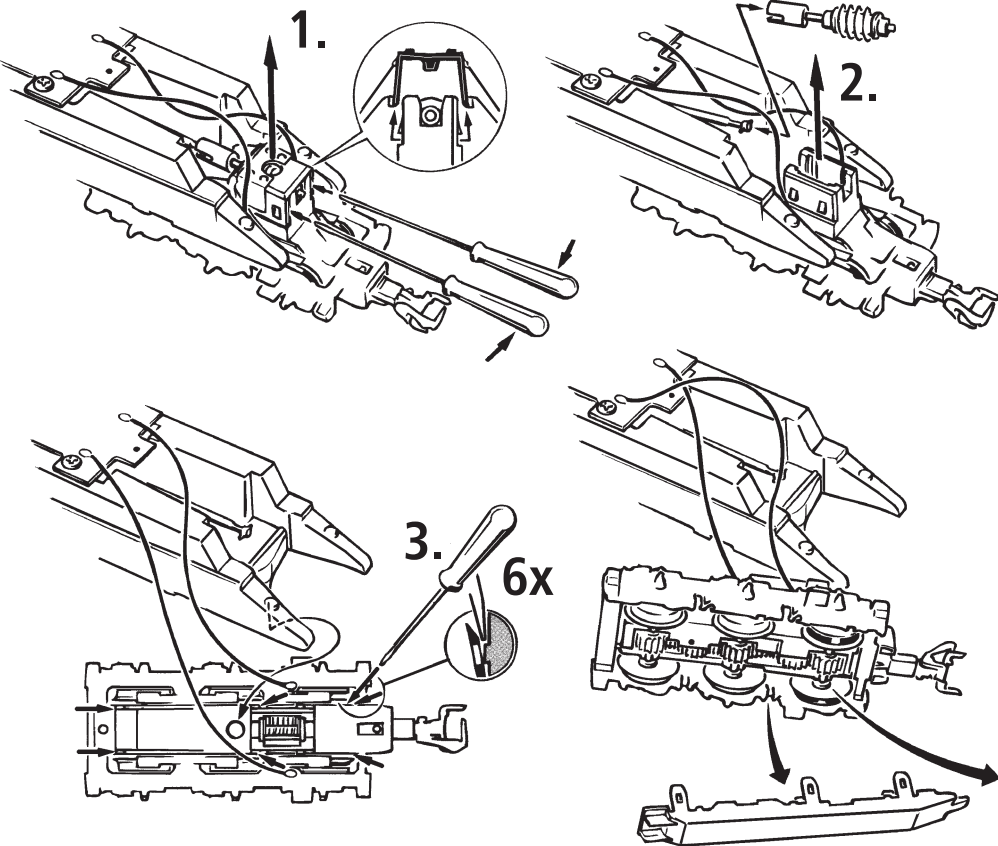
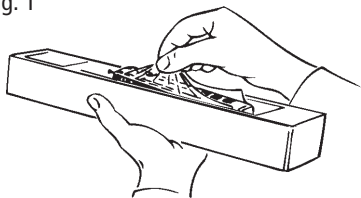

Fig. 8
Fig. 2
2. Schmierung: Versehen Sie die im Schmierplan in Fig. 6 gekennzeichneten Stellen mit nur **kleinen Öltropfen**. Dazu zuerst das Lokgehäuse abnehmen (Fig. 2). Wir empfehlen den **ROCO Öler Art.-Nr. 10906**. Fürs Schmieren der Getriebeteile (Zahnräder, Schnecke) empfehlen wir das **ROCO-Spezialfett Art.-Nr. 10905**. Im Falle der Schmierung diese Teile **nicht ölen**.
Mehrzugbetrieb: Zuerst Lokgehäuse abnehmen (Fig. 2). Danach den Brückenstecker aus der Schnittstelle entfernen (diesen sorgsam aufbewahren). Danach den Stecker des Decoders lage-richtig einsetzen (Fig. 3).
4. Kohlebürstenwechsel: Lokgehäuse abnehmen (Fig. 2). Danach wird der Motor ausgebaut und die Kohlebürsten ausgewechselt (Fig. 8).
2. Lubrication: Apply **tiny oil drops** to spots marked in fig. 6. Prior to lubrication dismantle locomotive (fig. 2). We recommend using item no. **10906, Roco oiler**. For lubrication the gearparts (e.g. cogwheels, worm) we would recommend our Roco **special grease** (item no. **10905**).
4. Carbon Brush Changing: First remove loco body (fig. 2), and then the motor (fig. 8).
2. Graissage: N'appliquez **qu'une tout petite goutte** aux endroits indiqués par le plan de graissage (fig. 6) après avoir démonté la caisse de la locomotive (fig. 2). Nous vous recommandons le **graisseur à huile Roco réf. 10906**. Pour graisser les engrenages (roues dentées, vis sans fin) nous vous conseillons la **graisse spéciale Roco réf. 10905** pour engrenages en matières synthétiques. Lorsque vous utilisez cette graisse il faut éviter d'huiler ces composants.
4. Remplacement des balais du moteur: Démontez la caisse (fig. 2). Démontez ensuite le moteur et échangez le balais (fig. 8).